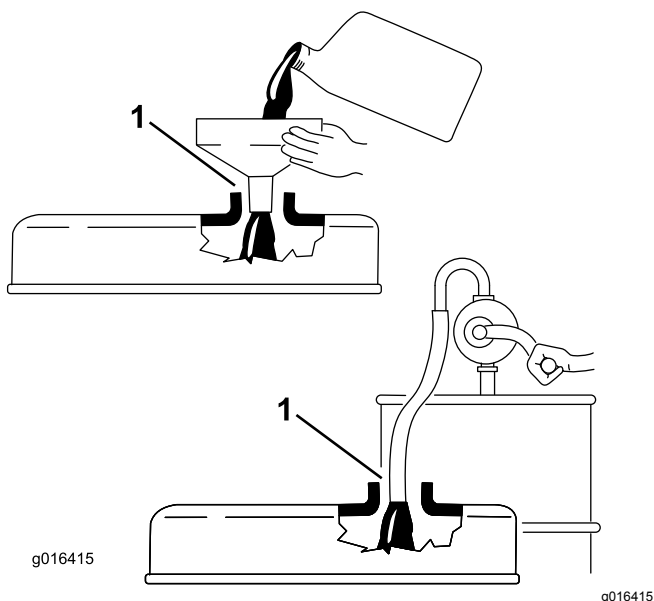

Figure 21
**Important:** Prenez soin de retirer la jauge lorsque vous faites le plein d'huile moteur. Lorsque vous faites l'appoint ou le plein d'huile moteur, il est *indispensable* de maintenir un espace entre le dispositif de remplissage et l'orifice de remplissage d'huile dans le couvre-culasse, comme montré à la Figure 21. Cet espace est nécessaire pour assurer l'aération pendant le remplissage et empêcher l'huile de déborder dans le reniflard.